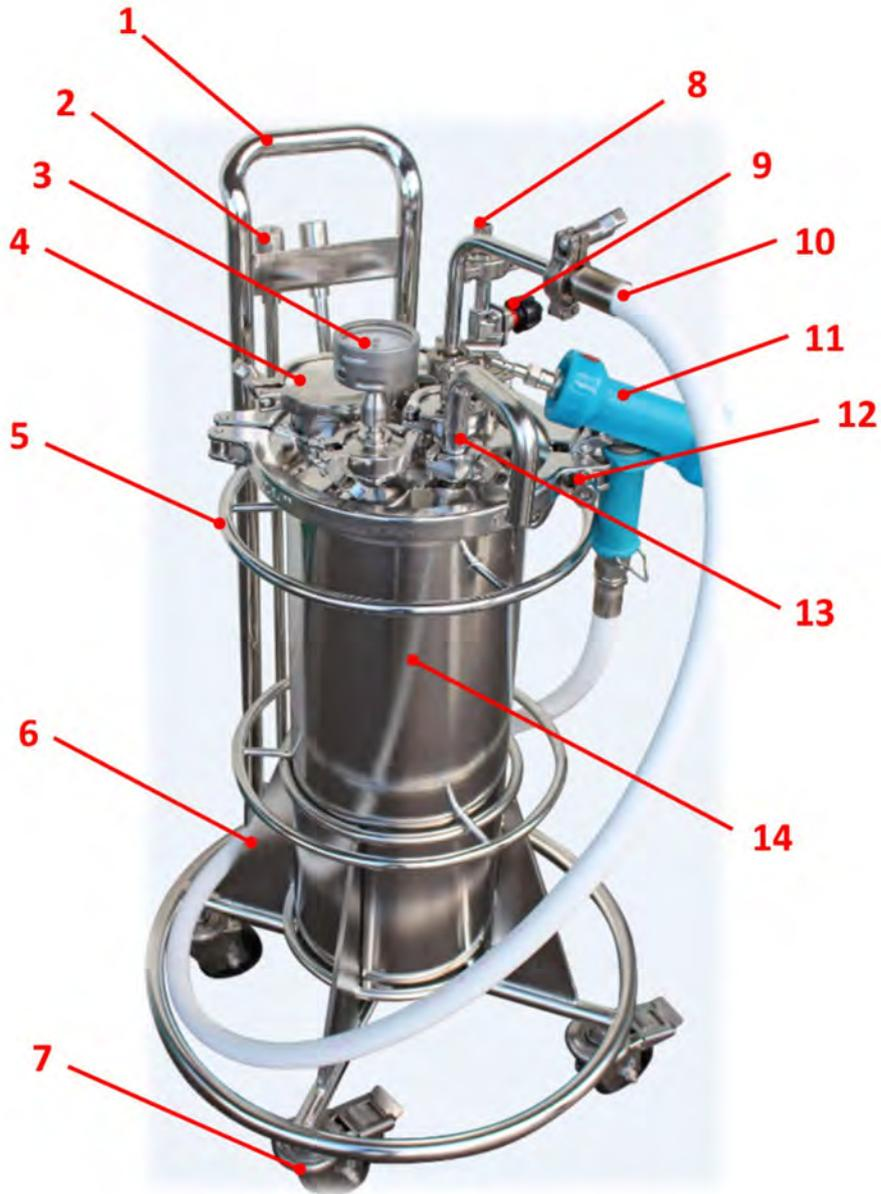

Abb. 2: Aufbau des Sprühdrukbehälters
### Das Sprühdrukbehälter-System gemäß Abbildung (☞ Kapitel 5 „Aufbau“ auf Seite 21 und Abb. 2) wie folgt montieren:
*Das Absperrventil für die Druckluft (☞ Kapitel 5 „Aufbau“ auf Seite 21 und Abb. 2, Pos. 9) muss geschlossen sein.*
*Das Druckentlastungsventil (☞ Kapitel 5 „Aufbau“ auf Seite 21 und Abb. 2, Pos. 13) hat einen festeingestellten Wert von 0,469 MPa (4,69 bar) mit einer Toleranz von +/- 15%. Wird dieser Wert überschritten bricht die Feder im Ventil und der Druck entweicht über den angeschlossenen 180° Bogen. Das Druckentlastungsventil sitzt zwischen den TC-Stützen (☞ Kapitel 5 „Aufbau“ auf Seite 21 und Abb. 2, Pos. 13) und muss nach Federbruch ausgetauscht werden.*
1. ▶ Stellen Sie die externe Druckluftversorgung über die Schlauchtülle (☞ Kapitel 5 „Aufbau“ auf Seite 21 und Abb. 2, Pos. 8) her.
2. ▶ Das Absperrventil für die Druckluft (☞ Kapitel 5 „Aufbau“ auf Seite 21 und Abb. 2, Pos. 9) langsam öffnen und den Behälter unter Druck setzen, bis das Manometer zwischen 0,36 und 0,4 MPa (3,6 und 4,0 bar) anzeigt.